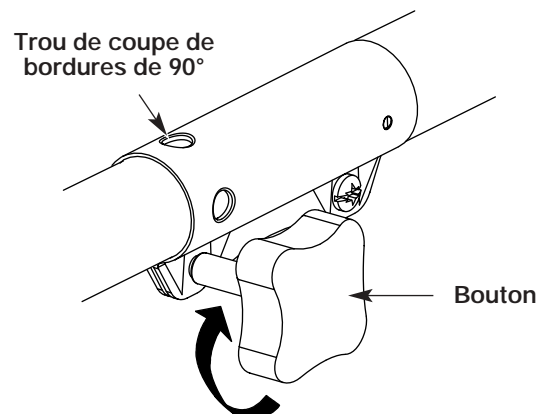

Fig. 8
3. Serrez le bouton en le tournant à droite (Fig. 8).
Pour couper les bordures à l'aide de la tête d'accessoire de coupe sur les modèle EZ-Link^{MD}, verrouillez le bouton de déclenchement de l'accessoire de coupe dans le trou de 90° (Fig. 8).